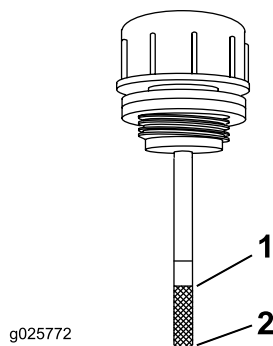

Figura 62
6. Limpie la zona alrededor de la varilla del depósito del sistema hidráulico (Figura 62).
7. Retire la varilla del depósito hidráulico (Figura 62).
9. Retire la varilla e inspeccione el extremo (Figura 62). Si el nivel de aceite está en la marca Añadir (Add), vierta lentamente en el depósito hidráulico sólo la cantidad de aceite necesaria para que el nivel llegue hasta la marca Lleno (Full).